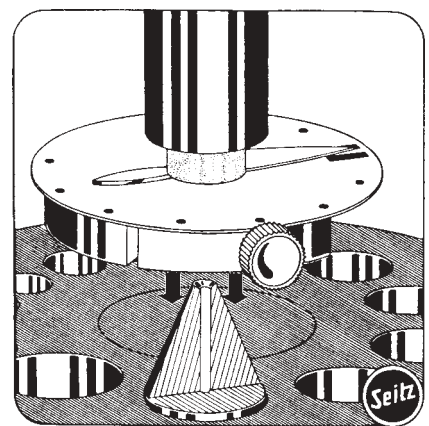

Abb. 34
**e)** Dient als Unterlage beim Zeigeraufsetzen (Abb. 34)